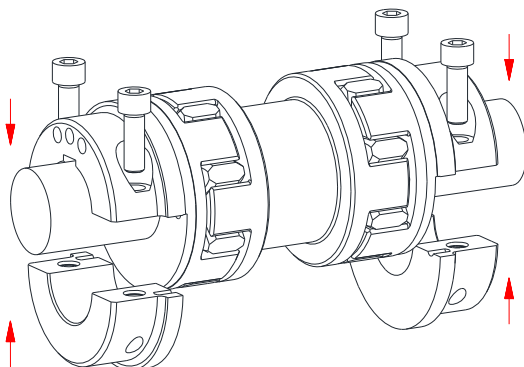

Bild 13: Montering av enheten på axlarna
- Montera den hopsatta enheten med halvsålarna och klämskruvarna på axeländarna i driv- och kraftuttagsmaskinen (se bild 13).